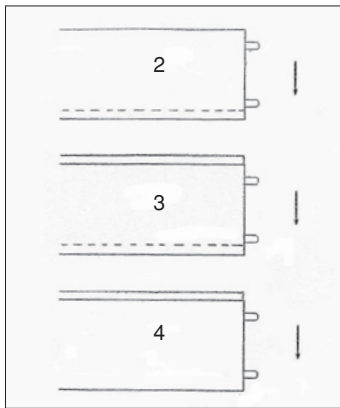
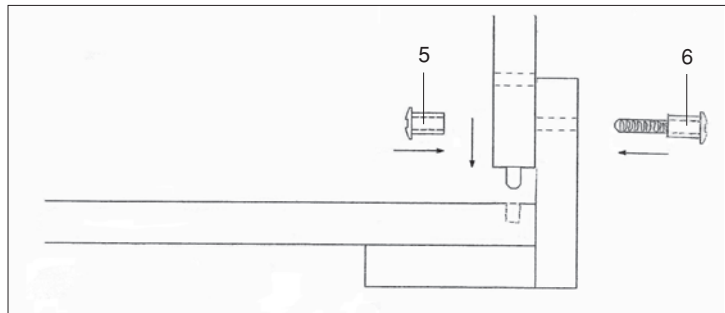
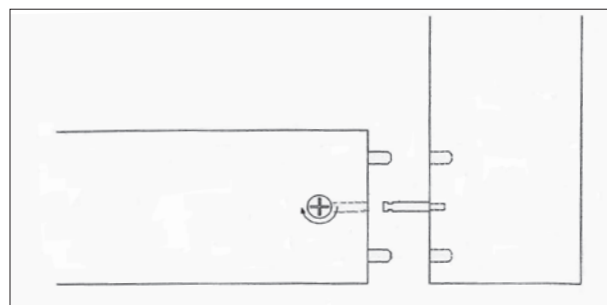

Abb. 1
Abb. 2
Abb. 3
4. Schieben Sie zunächst je drei Seitenbretter (2), (3) und (4) längs ineinander – s. Abb. 1.
5. Stecken Sie die so fertigmontierten Seitenwände mit ihren Dübeln in die Kopfteile (1).
6. Verbinden Sie die Kopf- und Seitenteile mit den Hülsenmuttern (5) und Gewindestiften (6) – s. Abb. 2.
7. Legen Sie den Einlegeboden (7) in den Trog.
8. Kleiden Sie nun den Trog mit der Folie (8) aus. Die Folie wird später oben zwischen Trogrand und Ablagerahmen eingeklemmt und muß nicht anderweitig fixiert werden.
9. Verbinden Sie die Ablageleisten (9) und (10) miteinander – s. Abb. 3 – und legen diesen Rahmen anschließend auf den Rand des Hochbeets.
10. Befestigen Sie den Ablagerahmen mit den Kreuzschlitzschrauben (13) von unten am Trog.
11. Montieren Sie bei Bedarf die Haken (14) mit den Schrauben (15) an einer beliebigen Stelle am Balkonhochbeet.